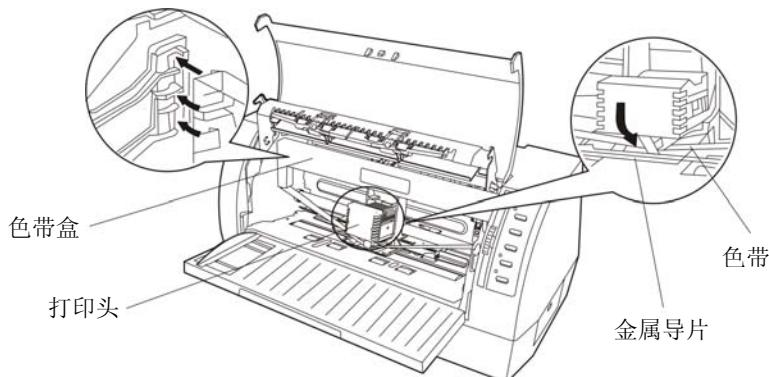

图 2-9 安装色带
7. 如图 2-9 所示，抓住色带盒的两边，使色带盒两边的卡扣对准打印机两侧的安装槽，稍用力向前推进，直到完全卡到住。